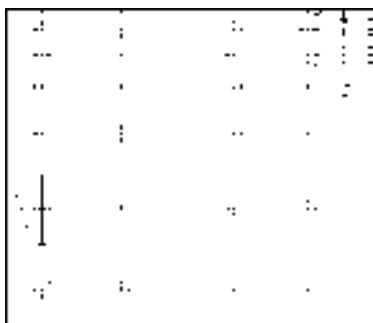

图 13-72 删除图形
5) 调用“删除”命令，删除图形，结果如图 13-72 所示。